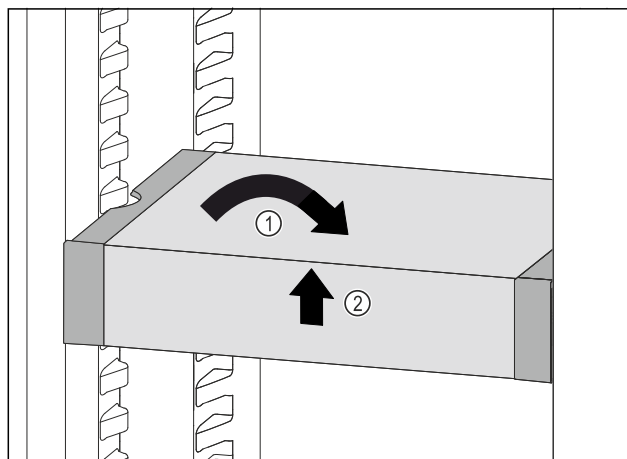

Fig. 176
- VarioSafe postavte rovně. Fig. 176 (1)
- VarioSafe vpředu zvedněte. Fig. 176 (2)